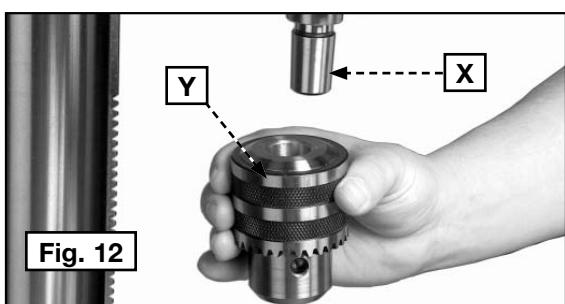

Fig. 12
**IMPORTANTE:** Verifique que el cono del husillo (X) Fig. 12, y el orificio cónico del portabrocas (Y) estén limpios y libres de cualquier grasa, esmalte o revestimientos anti-óxido.